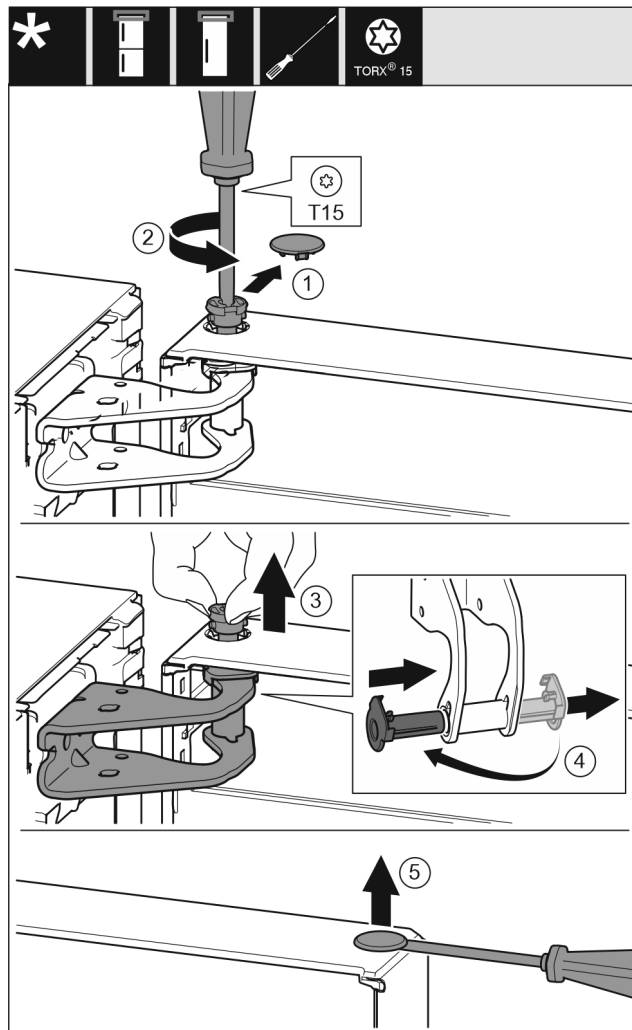

Fig. 6
- ▶ Atsargiai nutraukite apsauginę dengiamąją plokštelę. Fig. 6 (1)
- ▶ Šiek tiek išsukite varžtus atsuktuvu T15. Fig. 6 (2)
- ▶ Tvirtai laikykite duris ir ištraukite varžtą pirštais. Fig. 6 (3)
- ▶ Ištraukite guolio įvorę iš kreipiamosios. Įstatykite iš kitos pusės ir užfiksukite. Fig. 6 (4)
- ▶ Kaištį atsargiai pakelkite išdrožiniu atsuktuvu iš durų guolio įvorės ir jį ištraukite. Fig. 6 (5)